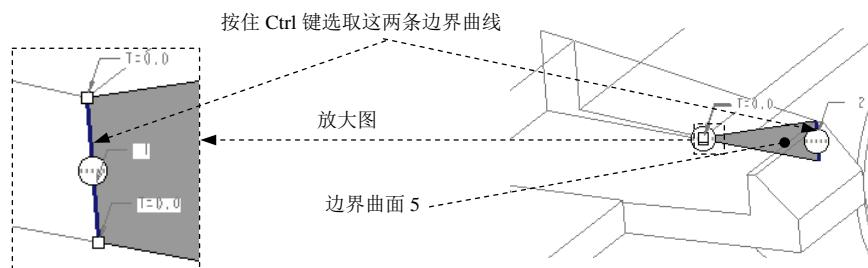

图 20.23 定义边界曲面 5
- (1) 按住 Ctrl 键，选取合并面组 5 和边界曲面 4。
- (2) 单击 **分型面** 操控板中 **编辑** ▾ 区域的 **合并** 按钮，此时系统弹出“合并”操控板。
- (3) 在操控板中单击 **选项** 按钮，在“选项”界面中选中 相交 单选项。
- (4) 在“合并”操控板中单击 **√** 按钮。
Step16. 创建图 20.23 所示的边界曲面 5。
- (1) 单击 **模型** 功能选项卡中的 **切口和曲面** ▾ 按钮，在系统弹出的菜单中依次单击 **曲面** ▾ → **边界混合**，系统弹出“边界混合”操控板。
- (2) 定义边界曲线。按住 Ctrl 键，依次选取图 20.23 所示的两条边界曲线。
- (3) 在操控板中单击 **√** 按钮，完成边界曲面 5 的创建。